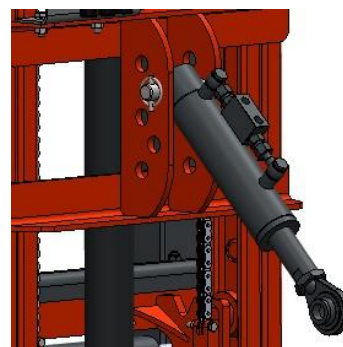

Figura 6.3 – Posicionamento do cilindro de 3º ponto
6. Monte o cilindro hidráulico do 3º ponto na posição mais adequada (*Figura 6.3*), em função do tipo de trator e/ou posição de trabalho pretendida;